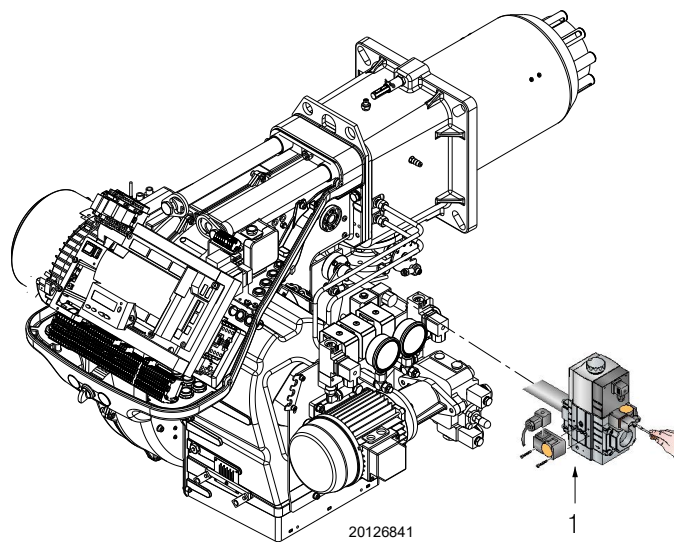

Fig. 39
- Verificați presiunea de alimentare cu gaz prin conectarea unui manometru la punctul de priză de presiune 1)(Fig. 39) al presostatului de presiune minimă a gazului: aceasta trebuie să fie mai mică decât presiunea maximă admisibilă a rampei de gaz indicată pe plăcuța indicatoare.
- Evacuați aerul din conducta rampei de gaz prin conectarea unui tub de plastic la priză de presiune 1)(Fig. 39) a presostatului de presiune minimă a gazului. Scoateți țeava de ventilație în afara clădirii până la detectarea mirosului de gaz.